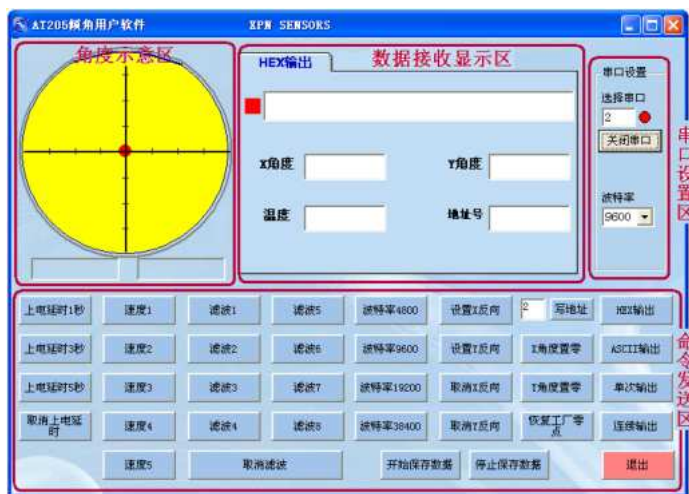

图 5-1-3
(5) “AT205 系列倾角用户软件”初始界面见下图 5-1-3，在“串口设置区”中，选择正确的串口号和波特率，点【打开串口】按钮，指示灯由黑色变为红色，按钮名称变为【关闭串口】，见下图 5-1-3。